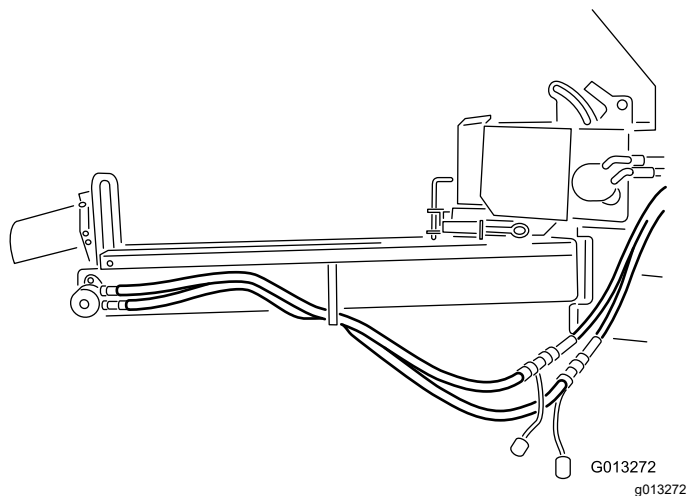

Рисунок 9
11. Подсоедините шланги, как показано на **Рисунок 9**.